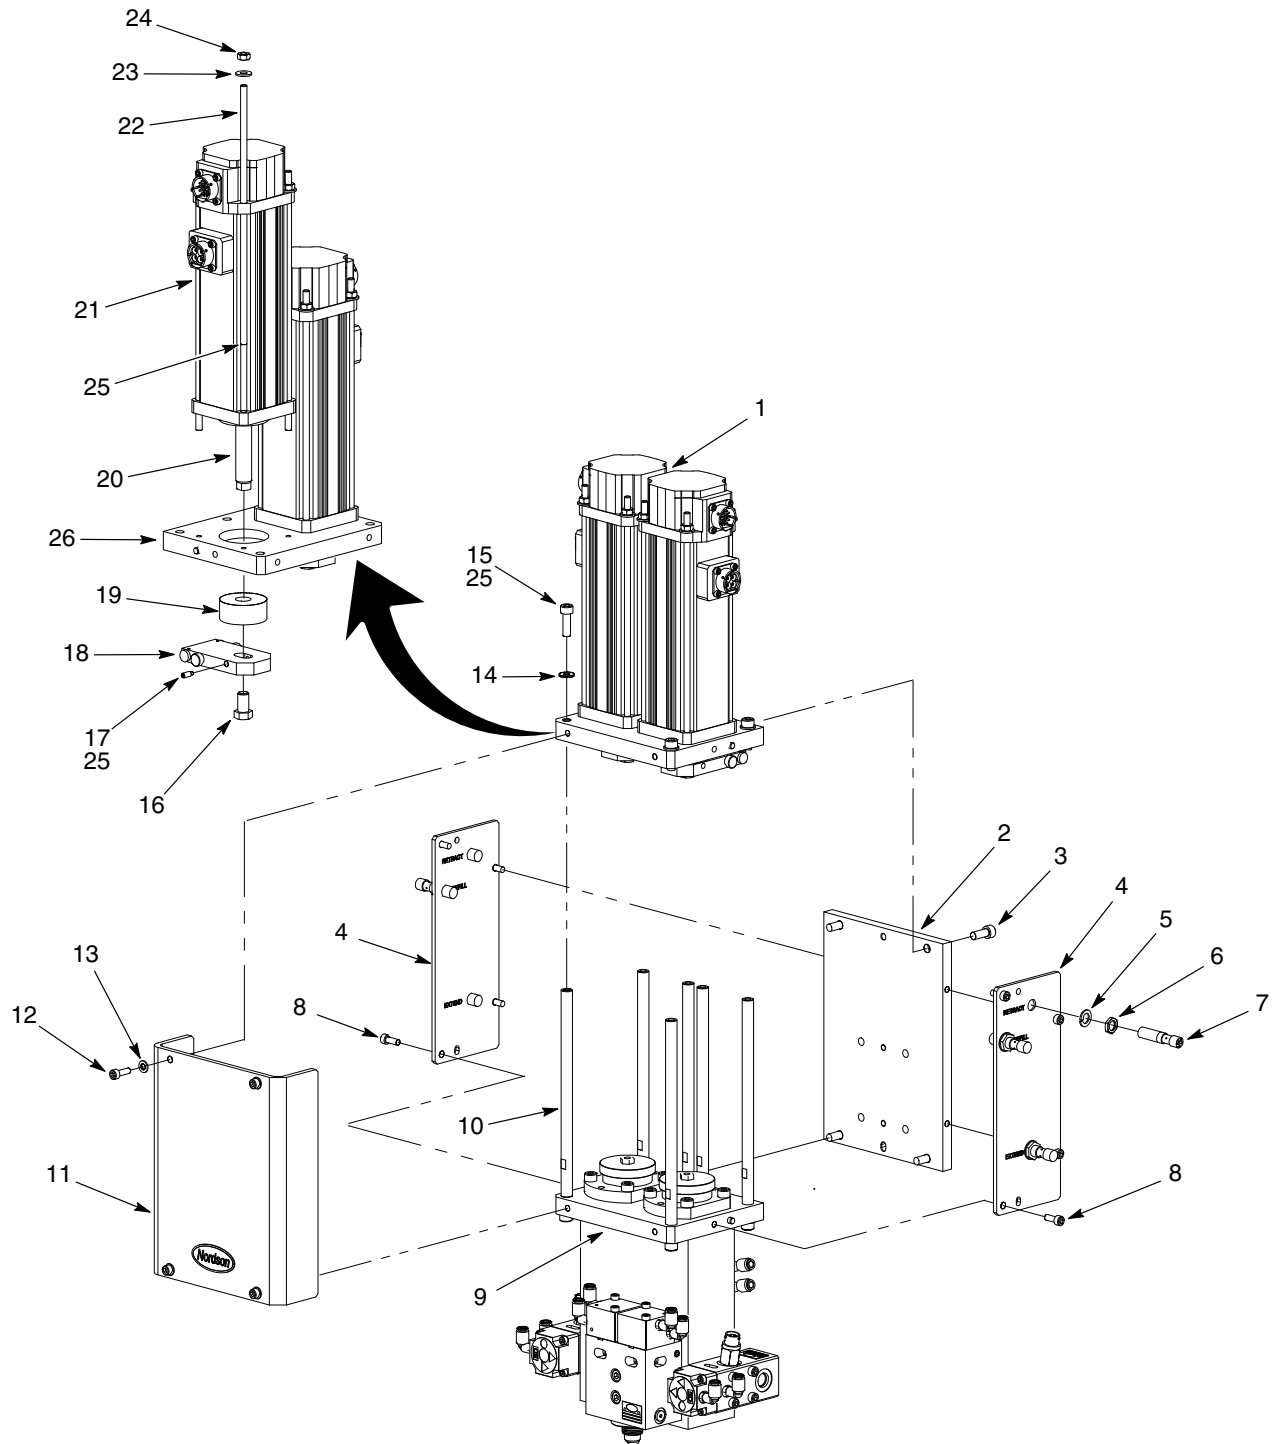
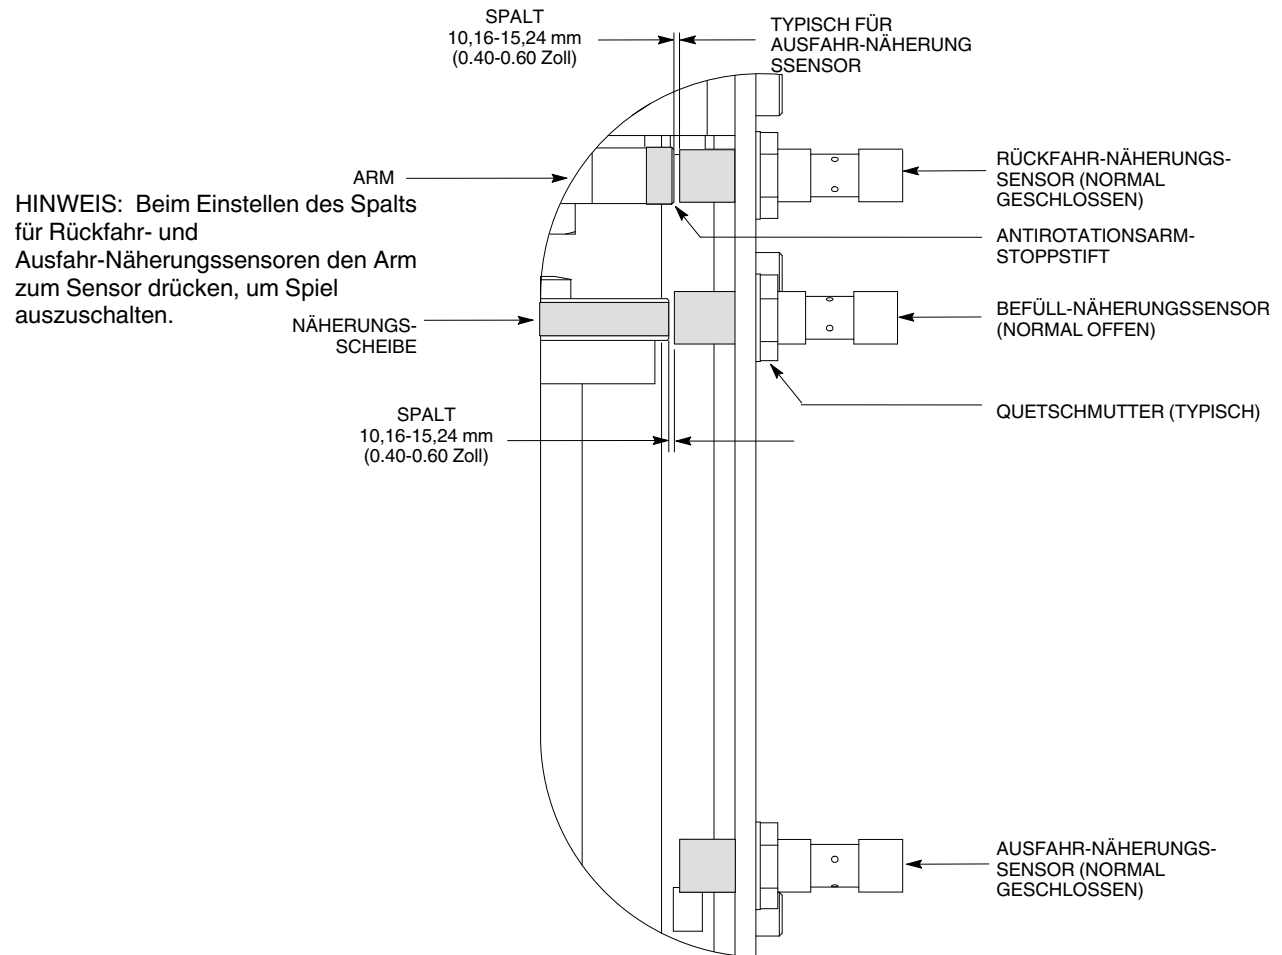

Abb. 7 Reparaturen an Linearaktorbaugruppe und Näherungssensoren
Abb. 8 Näherungssensoren einstellen
Siehe Abb. 7 und folgende Hinweise zum Ersetzen des Linearaktors.
1. Siehe Abb. 7. Das Kabel vom Näherungssensor (7) abnehmen.
2. Die Schrauben (12) und Sicherungsringe (13) abnehmen, mit denen die Abdeckung (11) an der Linearaktorbaugruppe (1) und am Gehäuseflansch (9) befestigt ist.
3. Quetschmutter (6) lösen. Näherungssensor (7), Quetschmutter (6) und Sicherungsscheibe (5) von der Näherungsplatte (4) abnehmen.
4. Quetschmutter (6) und Sicherungsscheibe (5) am neuen Näherungssensor (7) installieren.
1. Siehe Abb. 8. Den Linearaktor ausfahren oder zurückziehen, bis der Stoppstift des Antirotationsarms direkt hinter dem Sensor ist.
5. Siehe Abb. 7. Die Abdeckung (13) mit den Unterlegscheiben (12) und Schrauben (11) an Linearaktor (1) und Gehäuseflansch (9) installieren. Die Schrauben fest anziehen.
1. Siehe Abb. 8. Die Tauchkolbenbaugruppe ausfahren, bis die Näherungsscheibe direkt hinter dem Näherungssensor ist.
3. Das Kabel am Näherungssensor (7) anschließen.
4. Siehe Abb. 7. Die Abdeckung (13) mit den Unterlegscheiben (12) und Schrauben (11) an Linearaktor (1) und Gehäuseflansch (9) installieren. Die Schrauben fest anziehen.